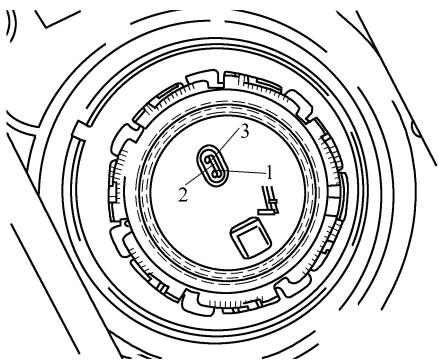

图 2-5-19 燃油存量传感器 2 插头
2) 如图 2-5-19 所示, 用万用表 Fluke117C 连接端子 1 和 2, 并测量电阻, 标准值见表 2-5-4。
3) 如图 2-5-19 所示, 用万用表连接端子 2 和 3, 并测量电阻, 标准值见表 2-5-6。